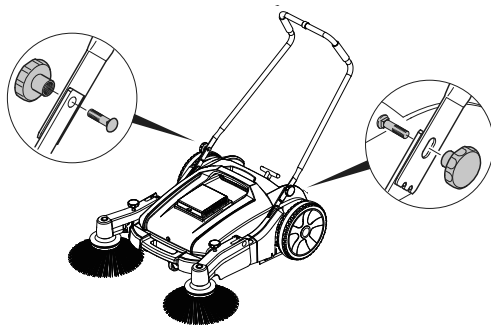

Fig. 3 – Montagem do cabo na varredeira
- b. Fixe o cabo (11) no quadro (7) e faça a fixação com parafusos (acompanha) e manípulo (9), conforme Fig. 3.